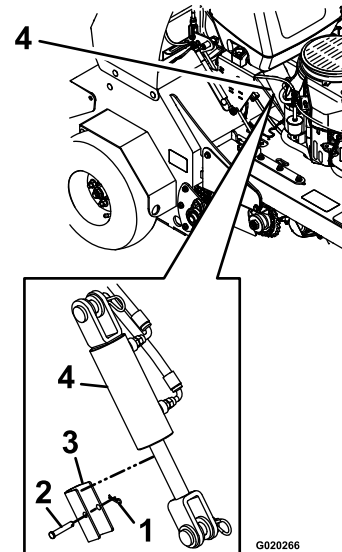

Figure 5
10. Retirez et conservez la goupille fendue, l'axe de chape et la butée de vérin, comme montré à la Figure 5.